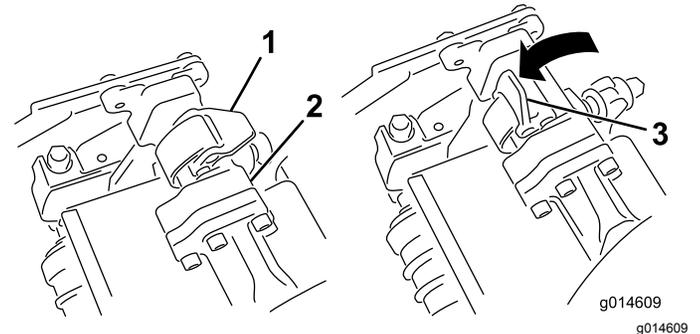

图31
5. 向下并绕着滚刀组横杆关闭门锁将它们锁定到位图31。
- 打开您正在拆下的滚刀组悬挂臂上的门锁图31。